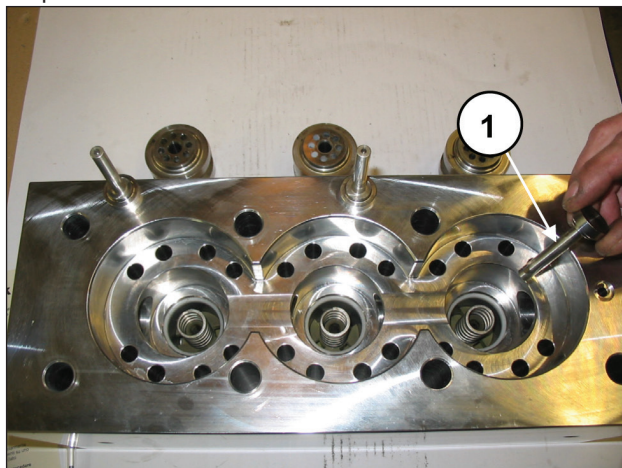
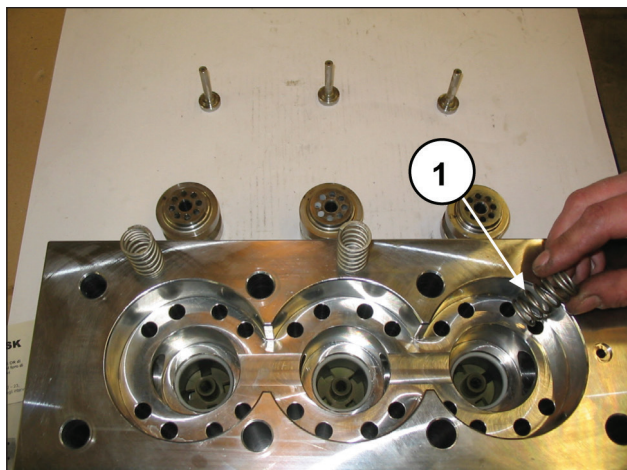
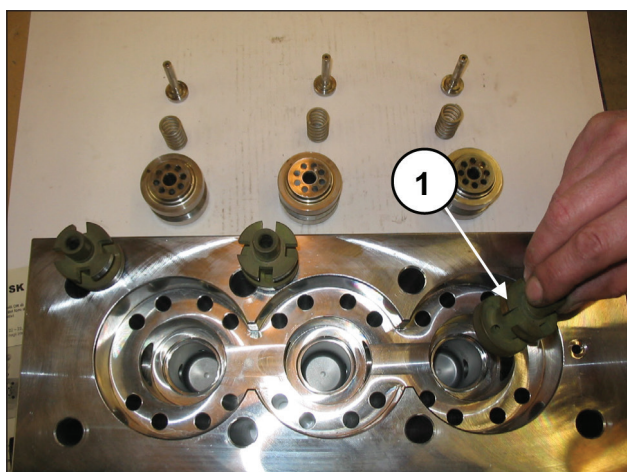

Fig. 117
Fig. 118
Fig. 119
Extraire les plateaux de refoulement (rep. ①, Fig. 117), ainsi que leurs guides (rep. ①, Fig. 119), avec leurs ressorts (rep. ①, Fig. 118), vérifier s'ils sont usés et procéder au remplacement si nécessaire ; toujours les remplacer aux intervalles indiqués au chapitre 11 du *Manuel d'utilisation et d'entretien*.